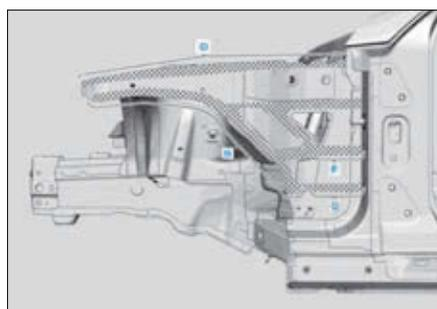

FIG. 13
- Appliquer de la peinture à la poudre de zinc sur les faces internes des tôles à souder (Fig.13).